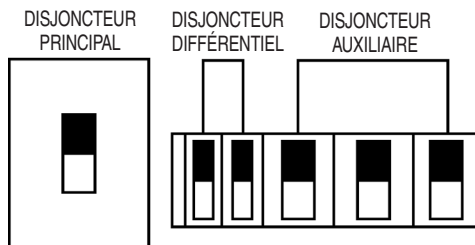

Figure 52. Disjoncteurs (Marche) Princ. Aux. et GFCI
13. Placez les disjoncteurs **principal, GFCI et aux.** dans la position de marche **ON** (Figure 52).